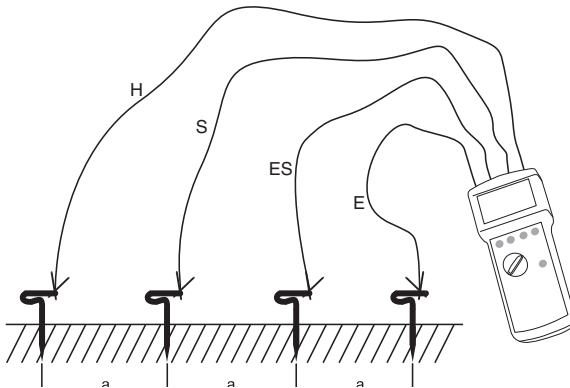

Bild 7: spezifischer Erdwiderstand
- 1) Ordnen Sie die vier Erdspeisse für E, ES, S, H in einer Linie, wie in Bild 7 gezeigt an. Der Abstand zwischen den einzelnen Sonden muss der, in der Formel benutzten Abstand entsprechen. Legen Sie die Leitungen sorgfältig aus und achten Sie darauf, dass die Leitungen möglichst nicht parallel nebeneinander liegen und sich nicht kreuzen, um Einkopplungen zu vermeiden.
- 2) Verbinden Sie die Messleitungen mit den Erdspeissen gemäß Bild 7.
- 3) Drehen Sie den Messartwahlschalter (13) in Stellung "4 pol".
- 4) Stellen Sie die gewünschte Berührungsspannung mit der Taste "UL" (11) ein.
- 5) Falls gewünscht stellen Sie die manuelle Frequenzwahl mit der Taste "auto/man" (16) und die Messfrequenz mit der Taste "f1/f2" (12) ein.
- 6) Taste "Start" (14) drücken.
- Nach erfolgter Messung kann mittels der Taste "Anzeige" (17) zwischen den Messgrößen Erdungswiderstand (RE), Helferwiderstand (RH), Sondenwiderstand (RS) und Messstrom (IM) umgeschaltet werden.